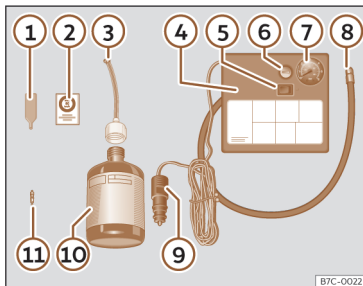

Fig. 246 Representação standard: conteúdo do kit antifuros.
O kit antifuros está localizado na bagageira, por baixo do revestimento do piso. Inclui os seguintes componentes >>> **Fig. 246**:
- Desenrosque a proteção e o obus da válvula do pneu. Utilize o aparelho >>> **Fig. 246** ① para retirar o obus. Coloque-o numa superfície limpa.
- Agite com força a garrafa de vedante de pneus >>> **Fig. 246** ⑩.
- Enrosque o tubo de enchimento >>> **Fig. 246** ③ na garrafa de vedante. O selo da garrafa partir-se-á automaticamente.
- Remova o tampão do tubo de enchimento >>> **Fig. 246** ③ e enrosque a extremidade aberta do tubo na válvula do pneu.
- Volte a colocar o obus com o aparelho >>> **Fig. 246** ① na válvula do pneu.
- Enrosque o tubo de enchimento do pneu do compressor >>> **Fig. 246** ⑧ na válvula do pneu.
- Verifique se o parafuso de evacuação de ar está fechado >>> **Fig. 246** ⑥.
- Ligue o conector >>> **Fig. 246** ⑨ a uma tomada de corrente de 12 volts do veículo >>> **Página 276**.
- Ligue o compressor de ar com o interruptor ON/OFF >>> **Fig. 246** ⑤.
- Cole o autocolante >>> Fig. 246 ② no painel de instrumentos, dentro do campo visual do condutor.
Volte a enroscar o tubo de enchimento >>> Fig. 246 ⑧ e verifique a pressão no manómetro ⑦.